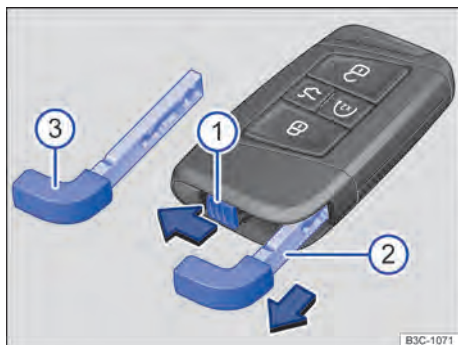

Fig. 64 Llave del vehículo: desbloqueo de la llave de emergencia.
La llave del vehículo incluye una llave de emergencia → fig. 64 ③ para desbloquear y bloquear manualmente el vehículo.